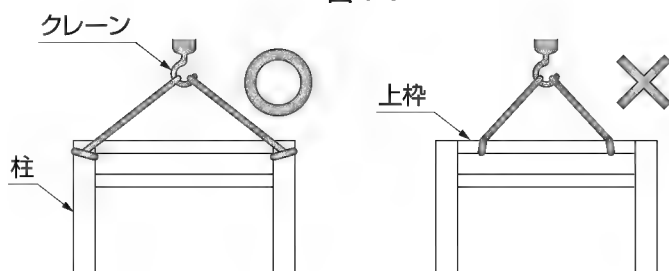

図4-2
- クレーン等で壁ユニット全体を吊り上げる場合は、柱上部を吊ってください。(図4-2参照)
- 上枠部をクレーンで吊らないでください。製品が破損するおそれがあります。(図4-2参照)